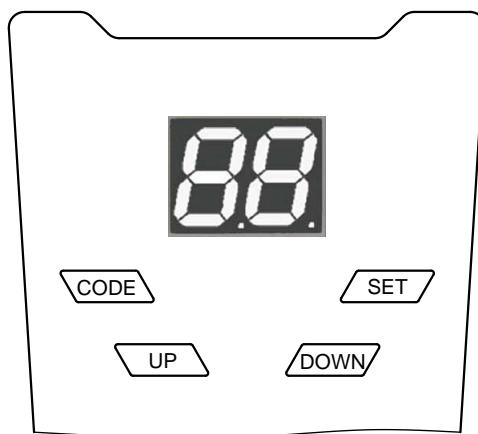

Рис. 5. Панель управления
- Сразу после включения вилки в розетку кратковременно загорится лампа освещения (подсветка), а индикатор на панели управления привода (рис. 5) отобразит цифры от «99» до «11», после чего привод перейдет в режим ожидания (на индикаторе высвечиваются символы «--»). Если вышеописанной индикации нет, отключите привод из розетки и внимательно проверьте все подключения (сверьтесь с разделом «Неисправности и рекомендации по их устранению»).
- Если к приводу подключены фотоэлементы, необходимо проверить приемник (RX). Если индикатор приемника не светиться или моргает, это означает, что сигнала нет или сигнал прерывается из-за неточной регулировки фотоэлементов. Функция использования фотоэлементов должна быть предварительно активирована (см. раздел «Настройки»).
Настройка привода осуществляется при помощи панели управления (рис. 5), на которой расположены четыре кнопки и индикатор (сдвоенный 7-сегментный индикатор).